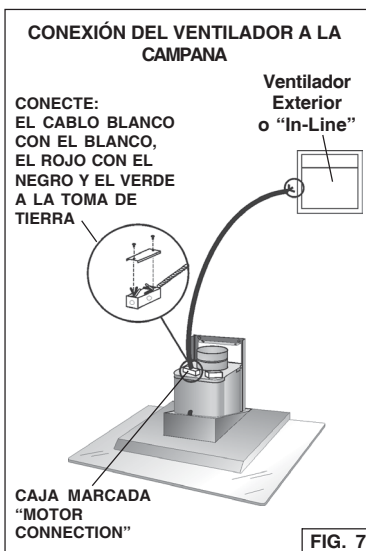

FIG. 7
1. Conectar los conectores (dos hilos + hilo de tierra) desde el ventilador exterior o "In-Line" a la caja de cables de la campana donde esta indicado "motor connection". Fig.7
2. Quite la cubierta de la caja de cables y quite un *knockout*. Fig.7
3. Fije el "conduit" a la caja de cables por medio de un conector idóneo para el "conduit". Fig.7
4. Efectúe las conexiones eléctricas a la campana. Conecte el cable blanco con el blanco, **el rojo con el negro** y el verde con la toma de tierra. Fig.7